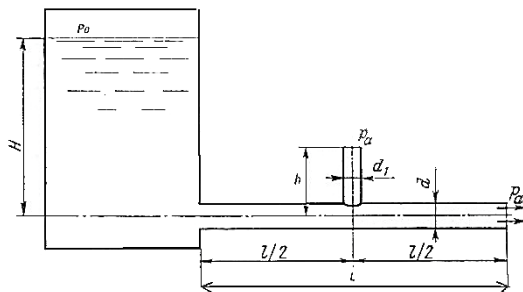

Рис. 8.4
8.8. Определить, с каким расходом вода будет вытекать через трубу из бака (рис. 8.4), если диаметр сечения трубы $d = 100$ мм; длина трубы $L = 12$ м; уровень воды в баке $H = 4$ м, абсолютное давление над поверхностью воды $p_0 = 110$ кПа; коэффициент входного сопротивления $\xi_{\text{вх}} = 0,8$; шероховатость трубы — 0,04 мм. Определите также показания пьезометра, расположенного на расстоянии $l = 6$ м от бака.
8.9. Определить расход воды в трубопроводе по показаниям пьезометра $h = 1$ м и уровню воды в резервуарах $H = 2$ м (рис. 8.4), если диаметр сечения трубы $d = 40$ мм; длина трубы $L = 12$ м, коэффициент входного сопротивления $\xi_{\text{вх}} = 1,2$; шероховатость трубы — $0,04$ мм. Кинематический коэффициент вязкости воды $\nu = 0,8$ сСт.
8.10. Определить, каким должно быть давление p_0 над свободной поверхностью воды в баке (рис. 8.4), чтобы вода вытекала с расходом $Q = 100$ л/ч, если уровень воды в баке $H = 2$ м, диаметр сечения трубы $d = 22$ мм; длина трубы $L = 8,8$ м; коэффициент входного сопротивления $\xi_{\text{вх}} = 0,8$; коэффициент сопротивления расширению трубы $\xi_{\text{расш.}} = 1,2$; шероховатость трубы — $0,04$ мм. Определите также показания пьезометра, расположенного на расстоянии $l = 4,4$ м от бака.